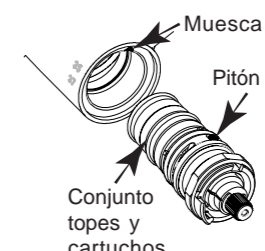

Fig. 8
- Ajustar el cartucho y los toques en el cuerpo, ajustando el pitón en la muesca (fig. 8)
- Asegurarse que la raya negra esta correctamente alineada con la ranura (fig.8).